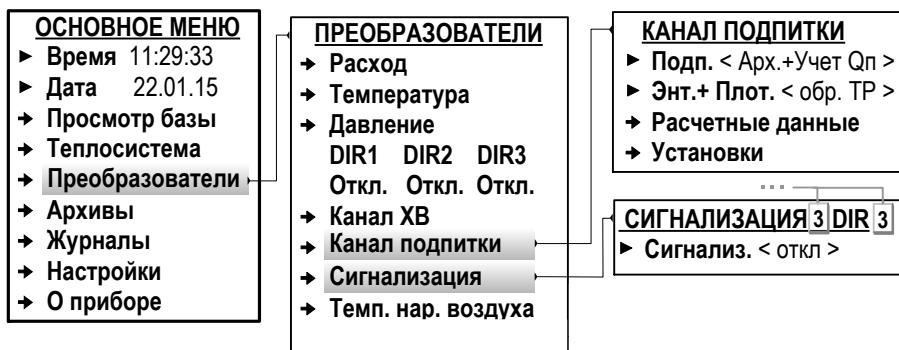

Рис.34. Вид меню «Канал подпитки» (режим СЕРВИС).
- 7.5.7.2. Программное подключение канала подпитки выполняется в меню **Преобразователи / Канал подпитки** (рис.34).